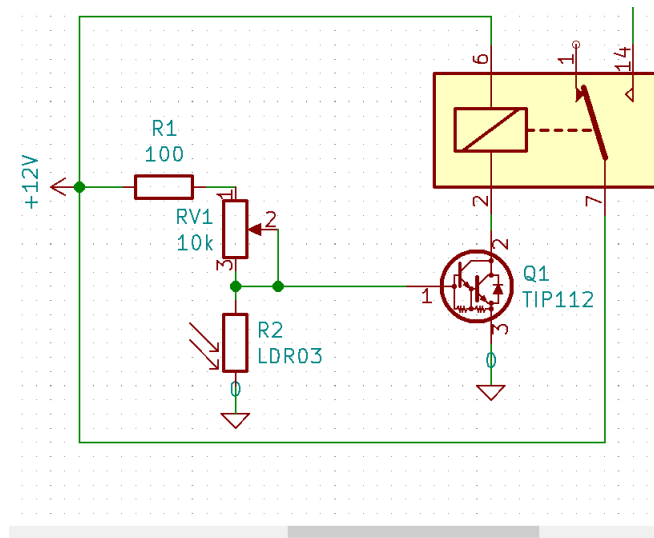

Figura 2: Circuito con relay
3. Conectar el otro extremo de la bobina del relay a tierra como en la figura 2